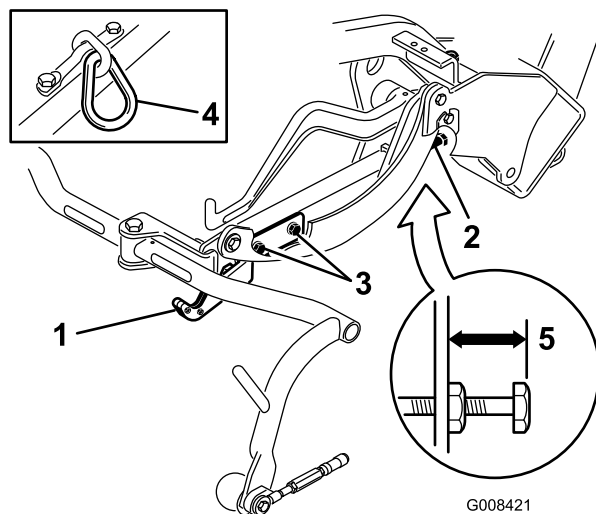
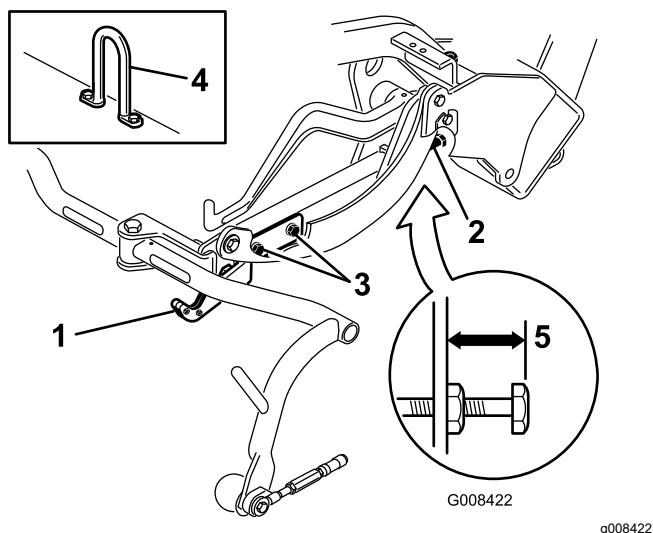

**Figura 10**
Figura 12
3. La unitățile de tăiere echipate cu o verigă de lan sau un cârlig de ridicare în linie dreaptă (Figura 11 i Figura 12 inserii), verificați dacă distanța de la partea superioară a urubului de reglare a cadrului de susținere până la partea din spate a cadrului de susținere este de 22 mm. Dacă distanța nu este de 22 mm, treceți la pasul 4. Dacă unitatea de tăiere este echipată cu o articulație de ridicare decalată (Figura 10), treceți la pasul următor.
Verificați înălțimea de transport (Figura 11 i Figura 12) i reglați-o, dacă este necesar.
2. La unitățile de tăiere echipate cu un cârlig de ridicare decalată (Figura 10 inserie), verificați dacă distanța de la partea superioară a urubului de reglare a cadrului de susținere până la partea din spate a cadrului de susținere este de 25 mm. Dacă distanța nu este de 25 mm, treceți la pasul 4.
4. Slăbii uruburile de montare a plăcii de transport (Figura 11, Figura 12 i Figura 10).
7. În cazul în care cadrele de susinere nu sunt la aceeași înălțime, slăbiți contrapiulița de pe urubul de reglare a cadrului de susinere (Figura 10, Figura 11 i Figura 12). Rotii urubul spre exterior pentru a ridica și spre interior pentru a coborî. Strângeți contrapiulița după ce obțineți înălțimea corespunzătoare.